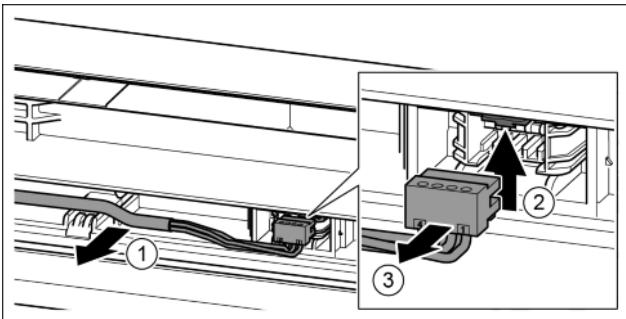

Fig. 22
- Обережно витягніть сірий кабель з направляючої в дверцях. Fig. 22 (1)
- Притисніть з'єднувальну накладку вгору. Fig. 22 (2)
- Обережно витягніть штекер. Fig. 22 (3)